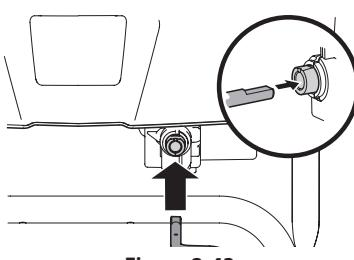

Figura 2-43
- Inserte el otro extremo de la varilla de control del canal en el acoplador que se encuentra debajo del panel de la manija. Asegúrese de alinear el extremo plano de la varilla y el extremo plano del acoplador. Puede ser necesario girar la varilla hasta que se alineen estas dos superficies. Consulte el recuadro Figura 2-43.